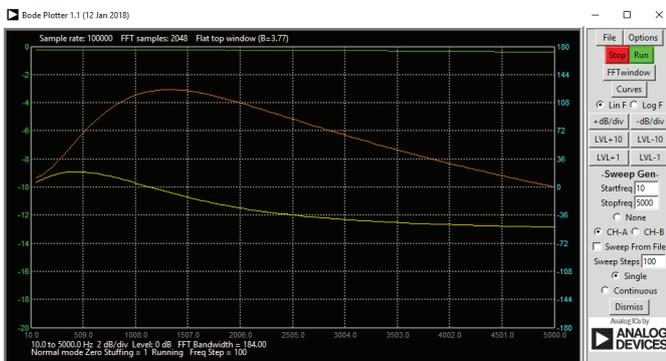

図8. 10Hz～5000Hzで掃引を実施した結果
- ▶ 緑色の「Run」ボタンを押して、周波数掃引を実行します。掃引が終了したら、図8のような画面が表示されるはずですが、「LVL」および「dB/div」ボタンを使えば、画面のグリッドに合うようにプロットを最適化することができます。